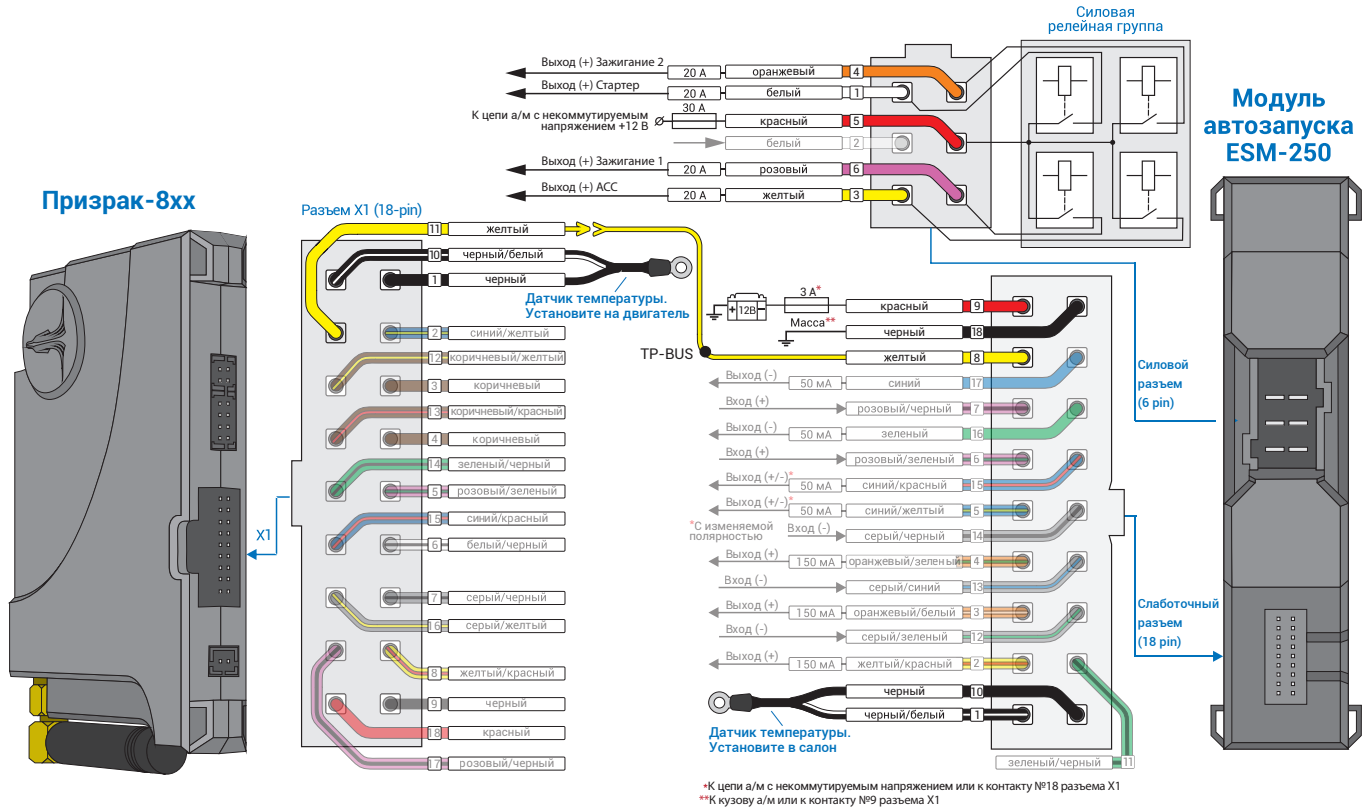
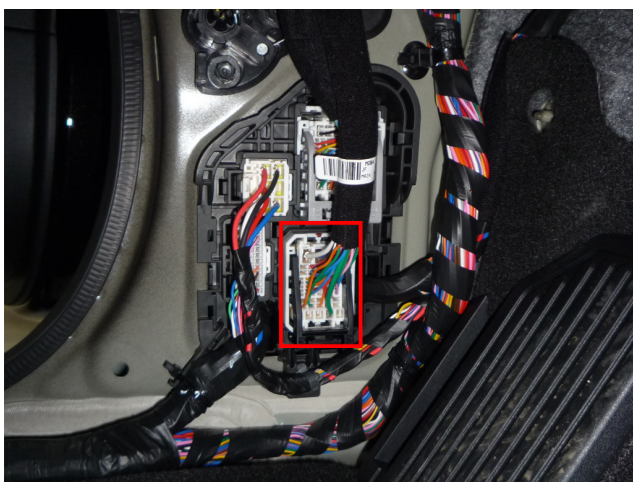

Рис.4 Подключение модуля автозапуска ESM-250
Рис.5 Место подключения к силовым цепям запуска двигателя.
4. Подключите модуль автозапуска ESM-250 – выводы модуля, которые требуется подключить выделены на рис. 4. Подключение производится в белом разъеме за левой кик панелью (см. рис. 5, 6).